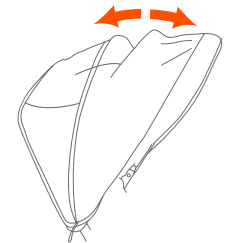

Fig. 12b
- **Pour ouvrir l'auvent :** poussez vers l'avant sur le bord avant de l'auvent, tout en maintenant le bord arrière en position stable (Fig. 12b).
- **Pour plier l'auvent :** tirez vers l'arrière sur le bord avant (Fig. 12b).